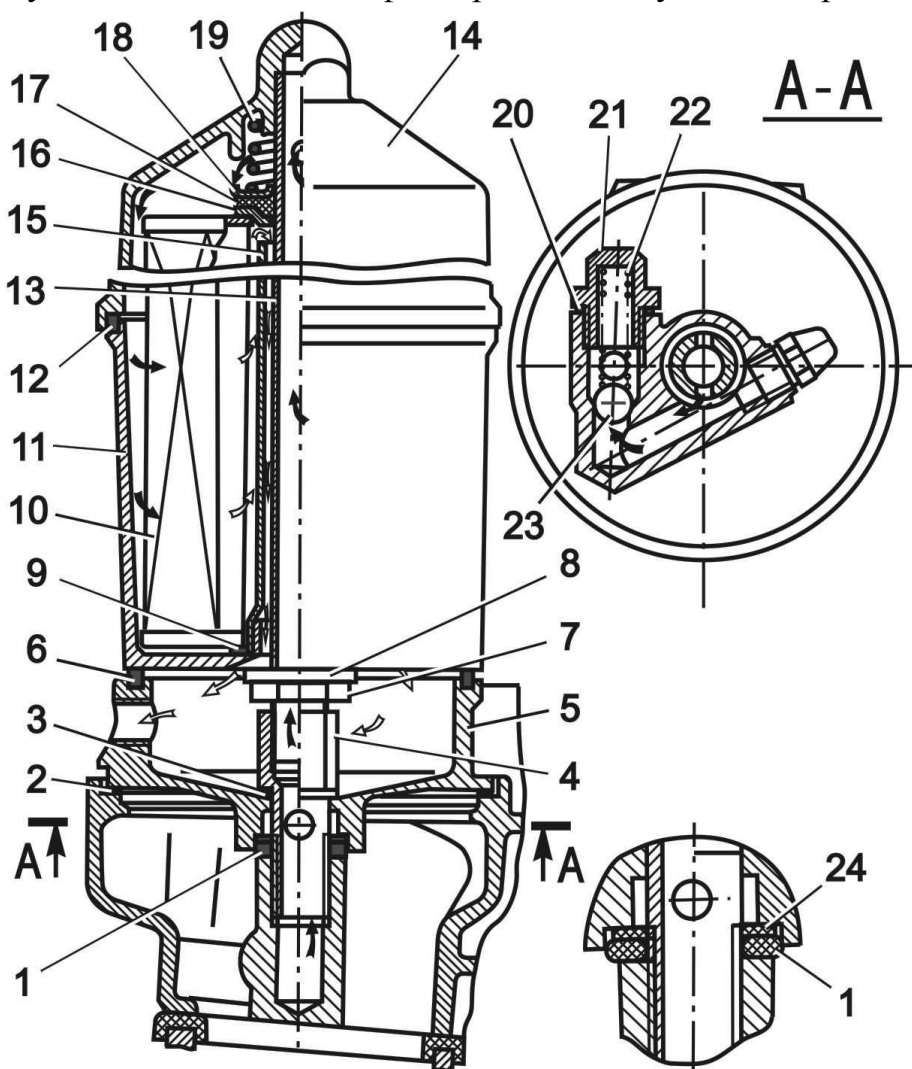

Рис.22. Масляный фильтр:
Масляный фильтр (рис.22) - полнопоточный, со сменным бумажным фильтрующим элементом «55.P-440A-1-06», смонтирован на проставке, расположенной на передней части впускной трубы.
4. Разъединить корпус, для чего отвернуть гайку 7 (рис.22) и заменить фильтрующий элемент. Перед заменой элемента промыть секции корпуса.